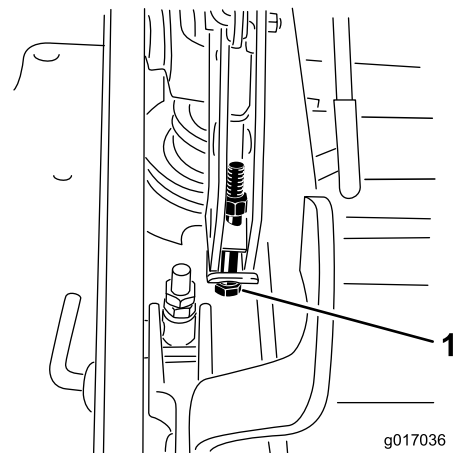

**Figura 89**
10. Si es necesario, afloje la tuerca "whizlock" del lateral de la horquilla y la contratuerca de la parte superior (Figura 89).
17. Gire el tornillo de ajuste hasta obtener una altura de 8.3 cm (3-1/4 pulg) (Figura 89).